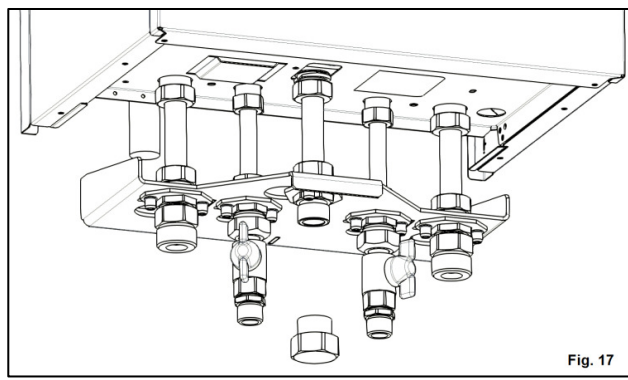
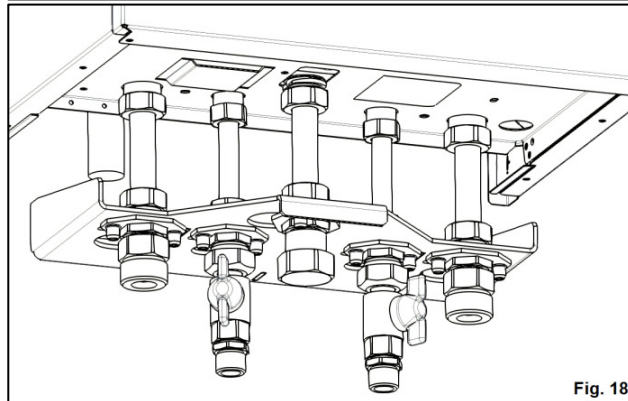

Fig. 17
Fig. 18
12. Se atașează partea cu filet interior, a racordului olandez aferent robinetului de gaz N, la racordul G (Fig. 17), asigurându-se etanșarea cu șnur de cânepă (Fig. 18).